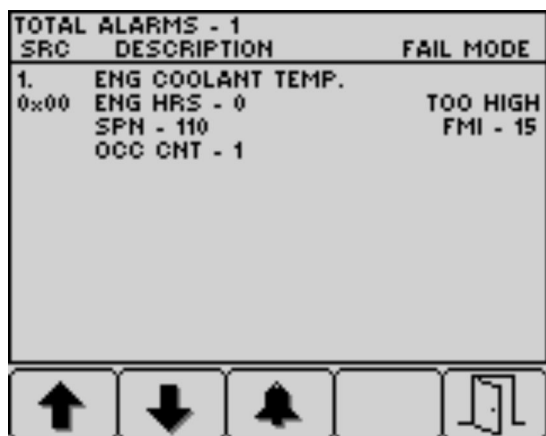

Figure 39
4. Appuyez sur le bouton 5 pour quitter la liste des anomalies actives et retourner à l'écran d'accueil (Figure 39).
5. Appuyez sur le bouton 5 pour quitter la liste des anomalies actives et revenir à l'écran d'accueil ; voir la Figure 39 sous Messages d'avertissement du moteur (page 38).